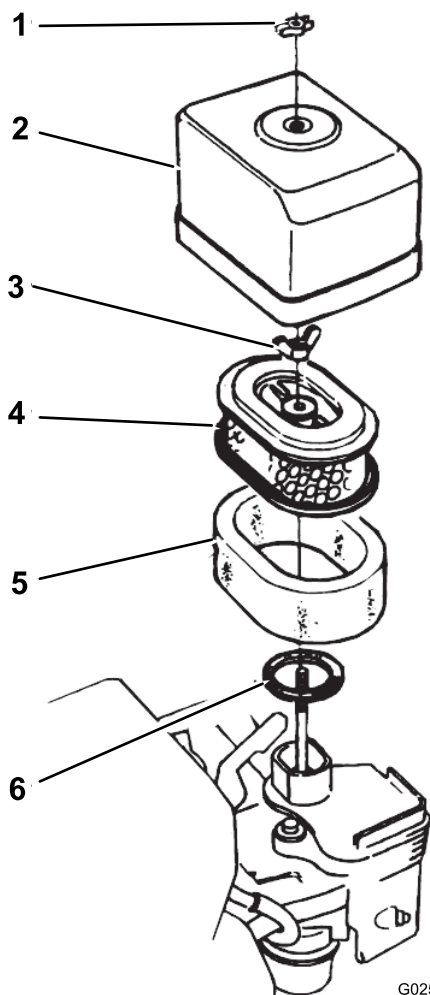

Figura 31
2. Retire la tuerca de orejeta que sujeta la tapa del limpiador de aire al limpiador de aire, y retire la tapa (Figura 31).
4. Retire la tuerca de orejeta del filtro de aire, y retire el filtro (Figura 31).
5. Retire el filtro de gomaespuma del filtro de papel (Figura 31).